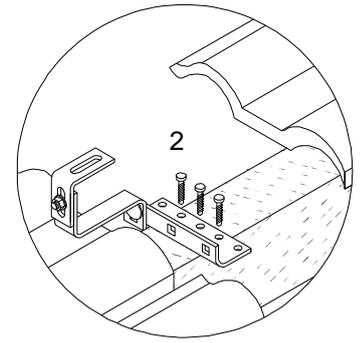

Abb. 3
1. Bestimmen Sie die Lage der Kollektoren am Dach. Danach entfernen Sie für jeden Dachhaken (1) einen Dachziegel, welcher genau auf einem Sparren liegt. Beachten Sie, dass die oberen Dachhaken mindestens zwei Ziegelreihen unterhalb vom First montiert werden sollen!
2. Mit Hilfe der drei Stanzungen an der Grundplatte des Hakens (1) können seitliche Versetzungen ausgeglichen werden (Abb. 3).